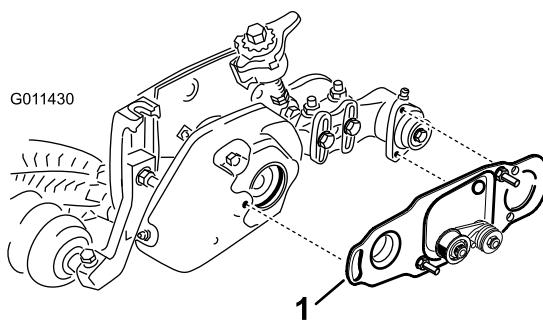

Figura 32
5. Si está instalado un cepillo de rodillo, la placa del cepillo (Figura 32) debe estar paralela a la chapa lateral de la unidad de corte e insertada a fondo en los anillos de goma.